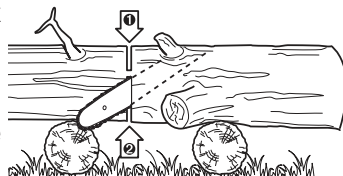

Fig. 33
- > Si le tronc est surélevé des deux côtés (Fig. 33), coupez environ 1/3 de son diamètre par le dessus, puis coupez les 2/3 restants par en dessous, de manière à rejoindre la première entaille.